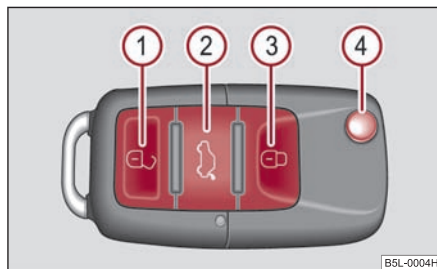

Fig. 46 Cheia cu telecomandă
- Apăsați tasta ① ⇒ fig. 46 cca. 1 sec.